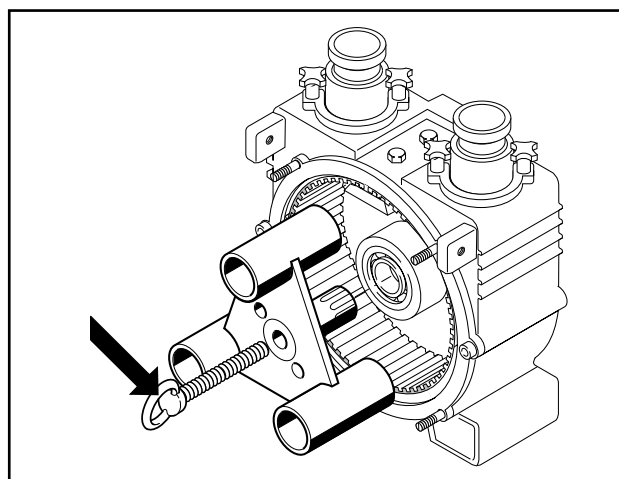

Abb. 16 Demontage Rotor
6. Rotor-Halteschraube (Teile-Nr. 1018, Abb. 16) herausschrauben.
Rotor gegebenenfalls unter Benützung von Abdrückbohrungen M 10 und Halteschraube abdrücken (Pfeil Abb. 16).